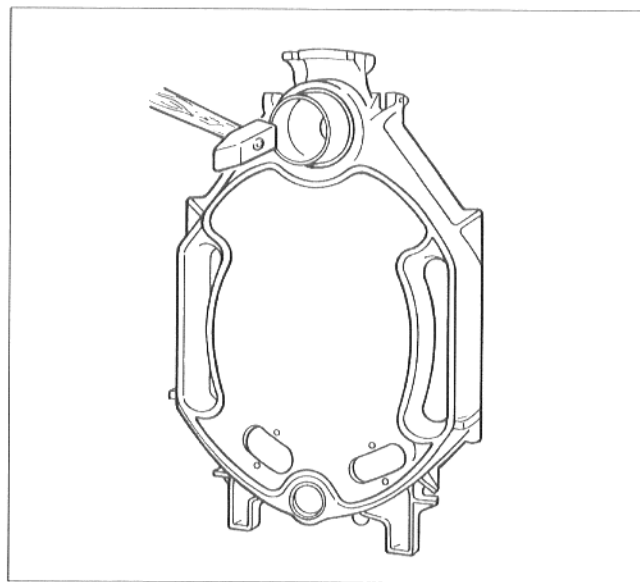

Рис. 10
- Ровно вставить ниппель в верхнюю ступицу (размер 181/70) и нижнюю ступицу (размер 1, 82/50) заднего элемента и вбить сильными ударами молотка. Удары следует всегда производить крестнакрест, образовавшиеся заусенцы необходимо устранить напильником (рис. 10).